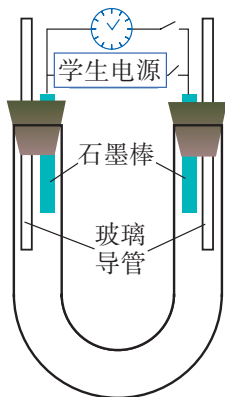

图 1-18 燃料电池装置图
(4) 塞紧橡胶塞，接通学生电源，注意观察实验现象，当一端玻璃导管内的液柱接近溢出时，切断学生电源。
(5) 取出石英钟内的干电池，将导线与石英钟的正、负极相连，观察石英钟指针（图1-18）。